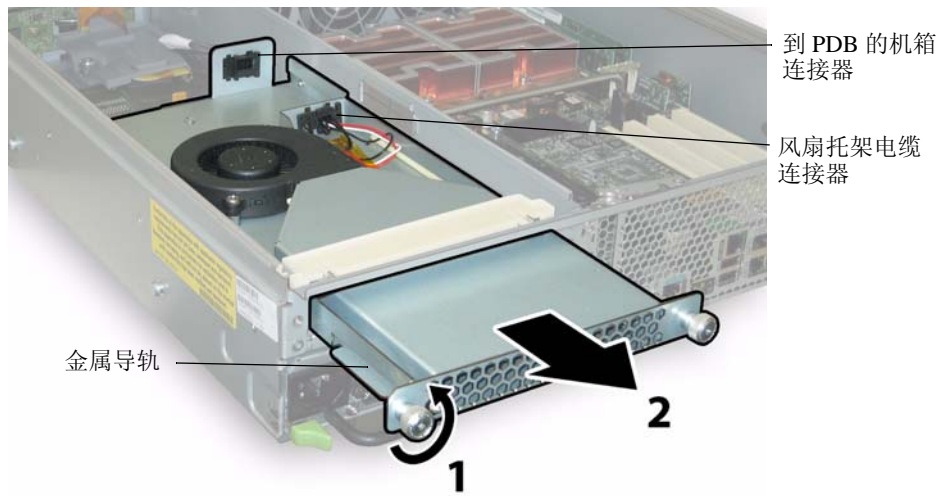

图 4-66 拆卸背面风扇托架
1. 从服务器的背面执行操作，旋下背面风扇托架正面的两颗紧固指旋螺丝。请参见图 4-66。
注 – 在图 4-66 中，为了可以看见组件，所显示的服务器箱盖已被卸下；但执行此步骤时请勿拆卸箱盖。
注 - 当您重新安装新背面风扇托架时，应确保风扇托架侧面的金属导轨（参见图 4-66）与机箱托架内的塑料滑轨均匀啮合。